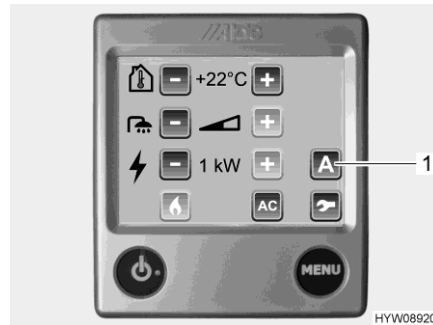

Bild 128 Inställningsmeny (extra fläkt)
Den extra fläkten styrs med kontrollenheten (Bild 128) av varmvatten-värme-systemet.
- Tryck på knappen "A" (Bild 128,1). Funktionerna visas.